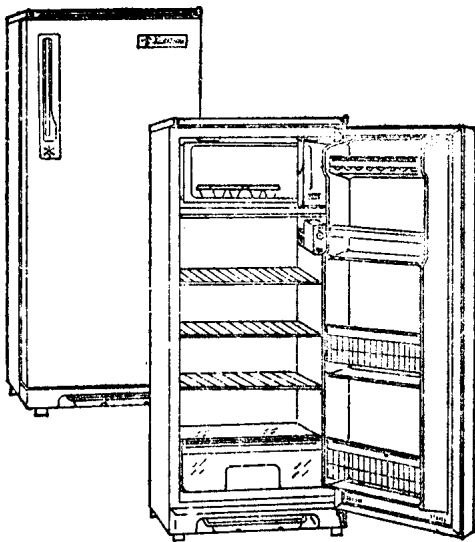
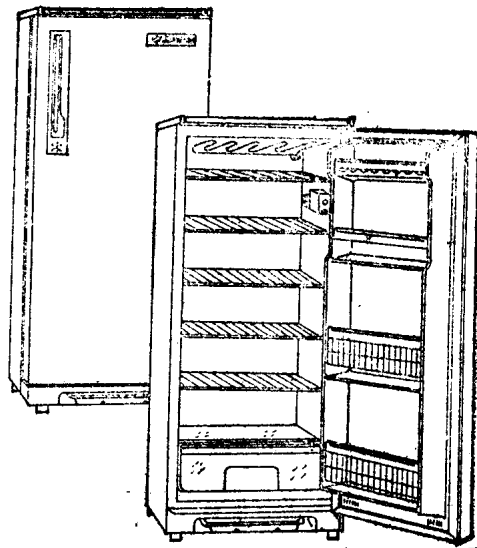

图1-1-1 普通单门电冰箱
图1-1-2 单门冷藏电冰箱
(1) 按型式和功能分类
①普通单门电冰箱(见图1-1-1,图1-1-2):这是一种以冷藏保鲜为主的电冰箱。它将冷冻、冷藏和果菜保鲜三种功能集中于一扇大门之内。箱内上部有一个较小的冷冻室(蒸发器),约占总容积的20%,温度为 $-6\sim-12^{\circ}\text{C}$,用以贮存少量冷冻食品或制造少量冰块。冷冻室下面为冷藏室,由接水盘与蒸发器隔开。冷藏室温度为 $2\sim8^{\circ}\text{C}$,用于食品、饮料等冷藏。在冷藏室下部设有果菜保鲜盒,温度略高于冷藏室,盒上设盖板,以便使盒内保持较高的湿度,减少果菜的干缩。
②冷藏电冰箱:冷藏电冰箱没有冷冻功能,专供冷藏鲜食品、饮料及药品等,温度为 $2\sim10^{\circ}\text{C}$ 。其特点:有效容积大,压缩机比其他电冰箱制冷效率高,耗电少,造价
低，可与小型冷冻箱配套使用，外形见图1-1-2。